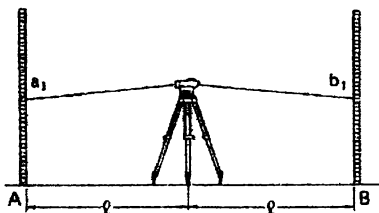

Рис. 7.5
- 1) Установите прибор приблизительно посередине между точками А и В. Возьмите отсчеты a_1 и b_1 (рис. 7.5).